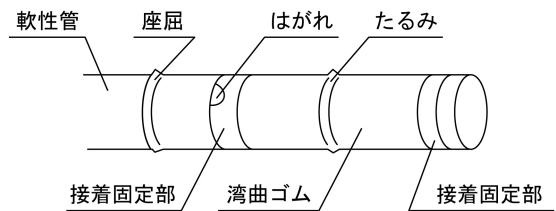

図1
2. 挿入部を軽く手で握り、手元側から先端に向かい全長を手で滑らせ、その患者に対する経鼻的挿入、引き抜き時の妨げとなる引っ掛けがないことを確認すること。特に、軟性管の座屈、湾曲ゴム接着固定部のはがれ、湾曲ゴムのたるみなどによる引っ掛けり、出っ張りには注意すること（図1参照）。